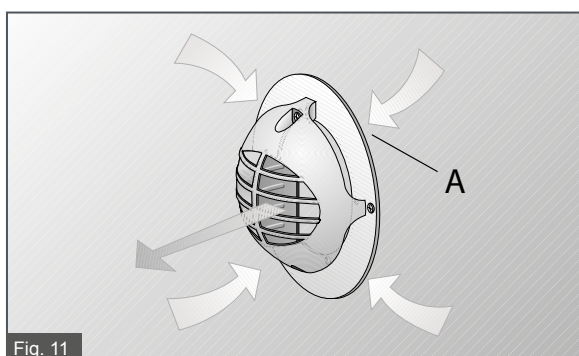

Fig. 11
Es siempre aconsejable montar el disco inoxidable (A) suministrado (fig.11).